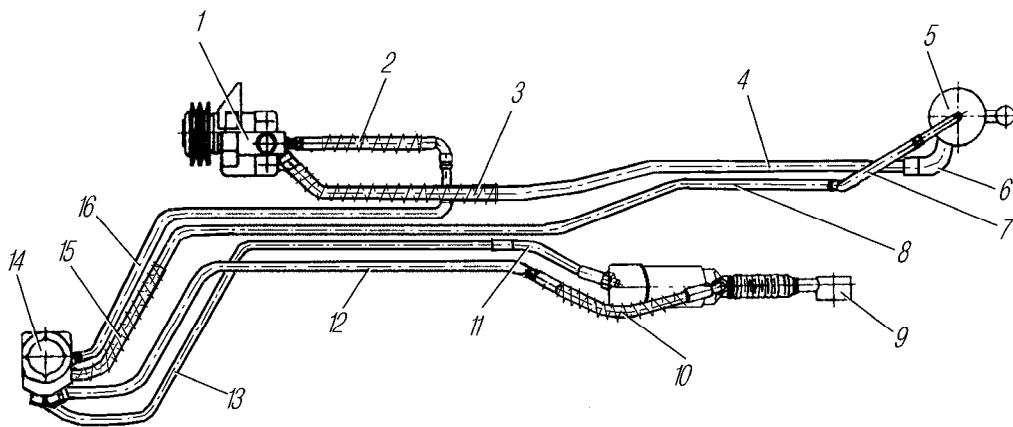

Рис. 51. Гидравлическая система рулевого управления:
Гидравлическая система рулевого управления (рис. 51) включает в себя насос 1, распределитель, расположенный на рулевом механизме 14, усилительный механизм 9, масляный бак 5, трубопроводы и шланги.
Перед сменой масла в гидросистеме прогреть двигатель. Температура масла в баке 5 (см.рис. 51) должна быть не менее 20 °С.
- слить масло из бака 5 (см.рис. 51) и рулевого механизма, вывернув сливные пробки;